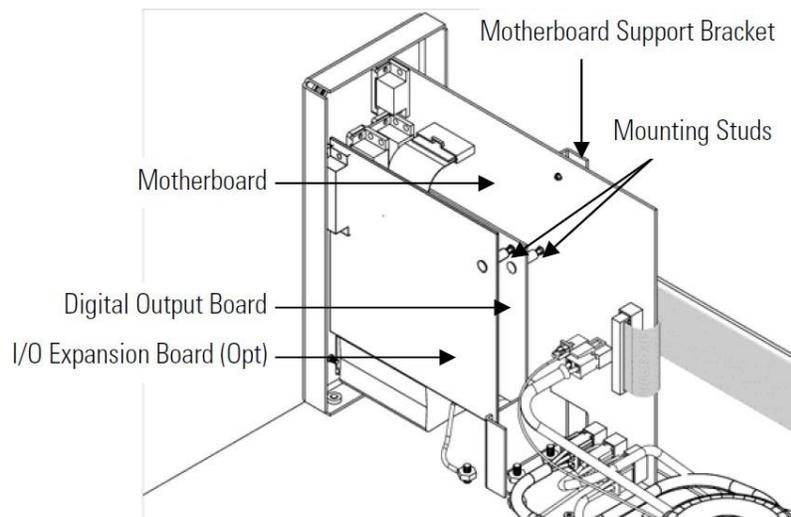

Ilustración 136. Diagrama para el reemplazo de la mother board.
- Se realizó una verificación de la respuesta del monitor al Span con material de referencia MonoDust. Ver ilustración 136.